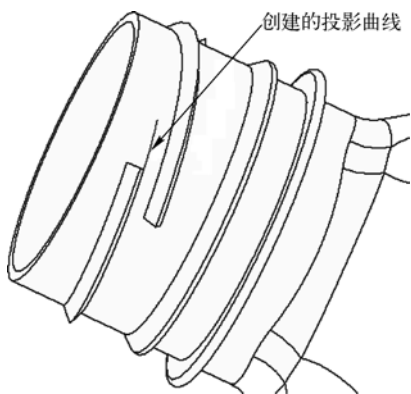

图 13-86 创建投影曲线
- 8 单击“投影曲线”选项卡中的“完成”按钮，创建的投影曲线如图 13-86 所示。